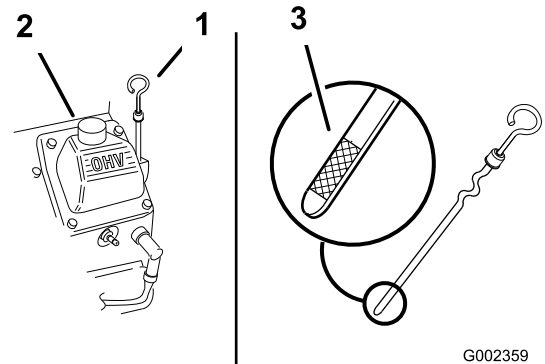

図 17
3. 給油口からゴミが入ってエンジンを傷つけないように、ディップスティック 図 17 の周囲をウェスできれいに拭く。
4. ディップスティック 図 17 を抜き取り、付いているオイルをウェスで拭きとる。
5. ディップスティックを補給管一杯に差し込む 図 17。ただしねじ込まないこと。
6. 補給管 図 17 から、必要量の80%程度のオイルをゆっくり入れる。